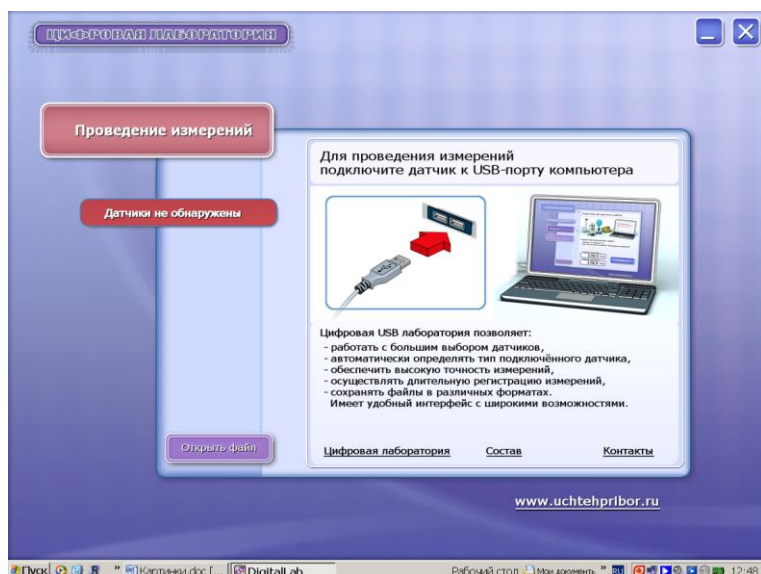

Рис.1
- 5.4. Вызовите программу «Цифровая лаборатория Радуга» (см. рис.1).